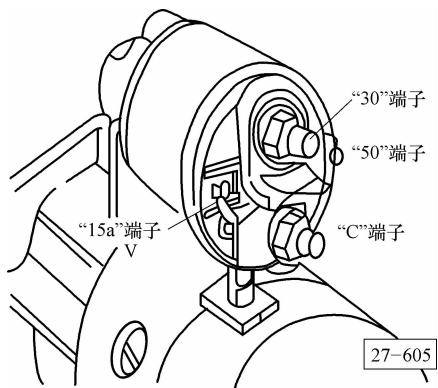

图 4-8 起动机端子图
2) 短接起动机“30”端子与“C”端子,如图4-8所示。若起动机不转,说明电动机有故障;如起动机空转正常,则说明电磁开关、起动继电器或控制线路出现故障。
- 3) 短接起动机两个主接线柱,如图4-8所示。若电流很大、运转正常表明蓄电池到起动机电路良好,故障在电磁开关,应修复或更换;若仍无力,则故障可能是起动机内部绕组有短路、搭铁或换向器故障。